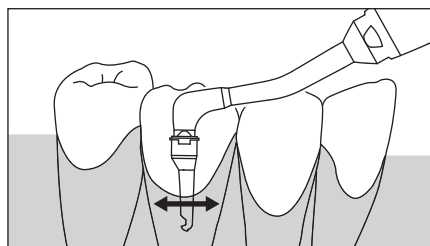

Abb. 6
- 3) Führen Sie die Düsen Spitze in eine Parodontaltasche von 3 mm oder mehr ein. (Abb. 6)